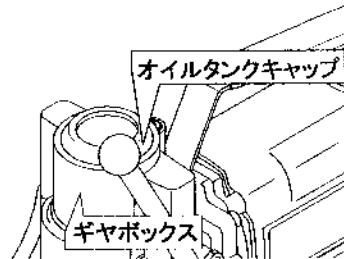

図4-2
(2)オイルタンクキャップをギヤボックス上部に差し込んでください。(図4-2)